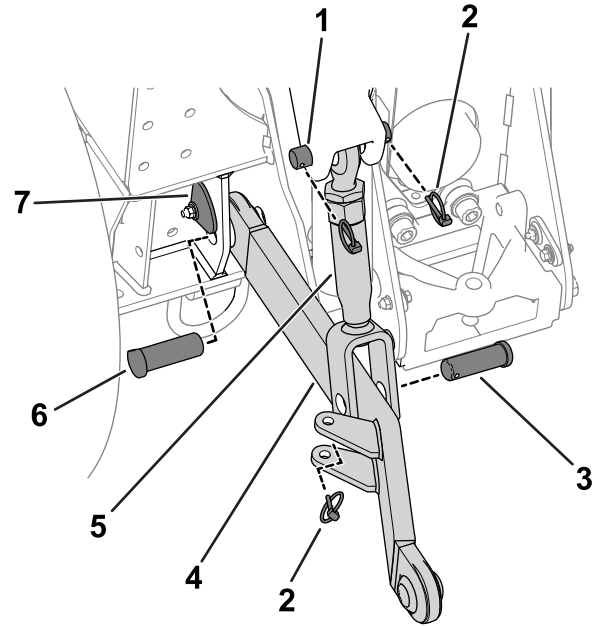
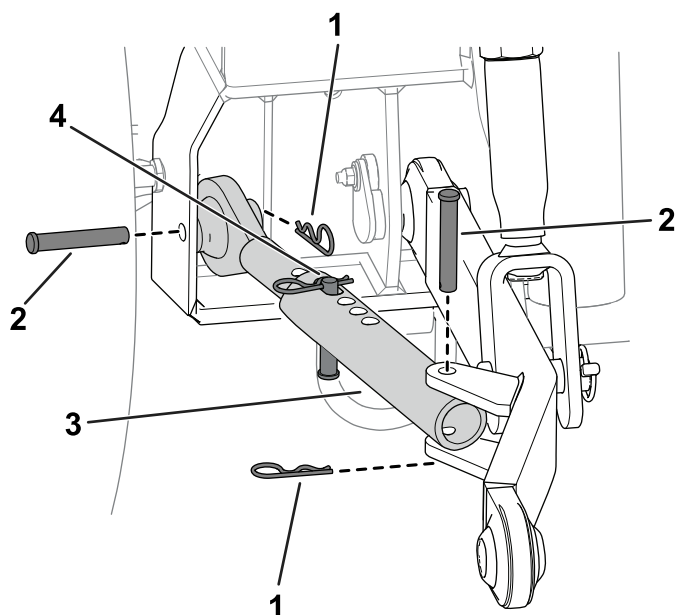

Figure 3
Figure 4
Remarque: La Figure 3 et la Figure 4 montre l'installation des biellettes sur le côté gauche de la machine. Répétez cette procédure sur le côté droit de la machine.
1. Utilisez un axe de et 2 goupilles à anneau pour fixer la bielle de levage aux bras de levage de la machine (Figure 3).
- A. Soulevez la plaque (Figure 3) pour exposer la goupille.
- B. Retirez la goupille inférieure (Figure 3).
- C. Positionnez la bielle d'attelage comme montré à la Figure 3.
- D. Insérez la goupille inférieure dans le cadre et le joint de la bielle d'attelage (Figure 3).
3. Avec un axe de chape et une goupille à anneau, fixez la bielle de levage à la bielle d'attelage (Figure 3).
4. Avec un axe de chape et une goupille fendue, fixez les tiges anti-oscillation au cadre de la machine (Figure 4).
5. Avec un axe de chape et une goupille fendue, fixez la tige anti-oscillation à la biellette d'attelage (Figure 4).
6. Installez un axe de chape et une goupille fendue dans la tige anti-oscillation (Figure 4).